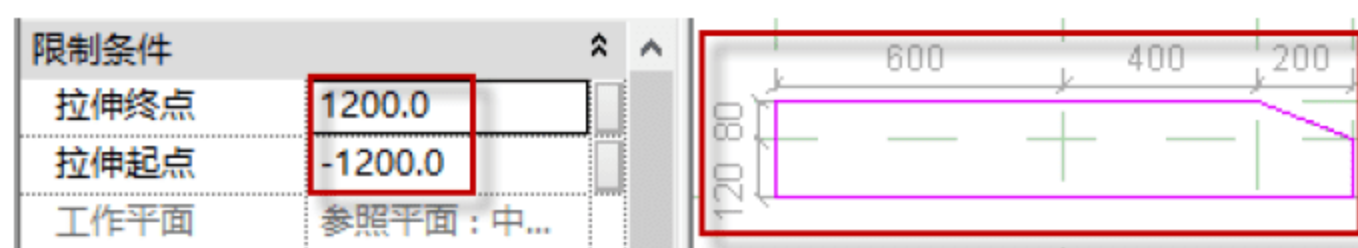

图 8.2.23 初始体块平面
(1) 选择“应用程序”→“新建”→“族”命令，在弹出的族样板文件夹对话框中选择“公制常规模型.rfa”的族文件，单击“打开”按钮。
(2) 油烟机主体以直角梯形为左立面拉伸成长度为 2400mm 的体块。进入“左立面”视图，分别按快捷键 R+P、C+O 和 M+M 绘制参考线。选择“创建”→“拉伸”→“直线”命令，绘制图框，在“属性”面板中编辑“拉伸起点”和“拉伸终点”的数值 (-1200, 1200)，然后单击√按钮，如图 8.2.23 所示。